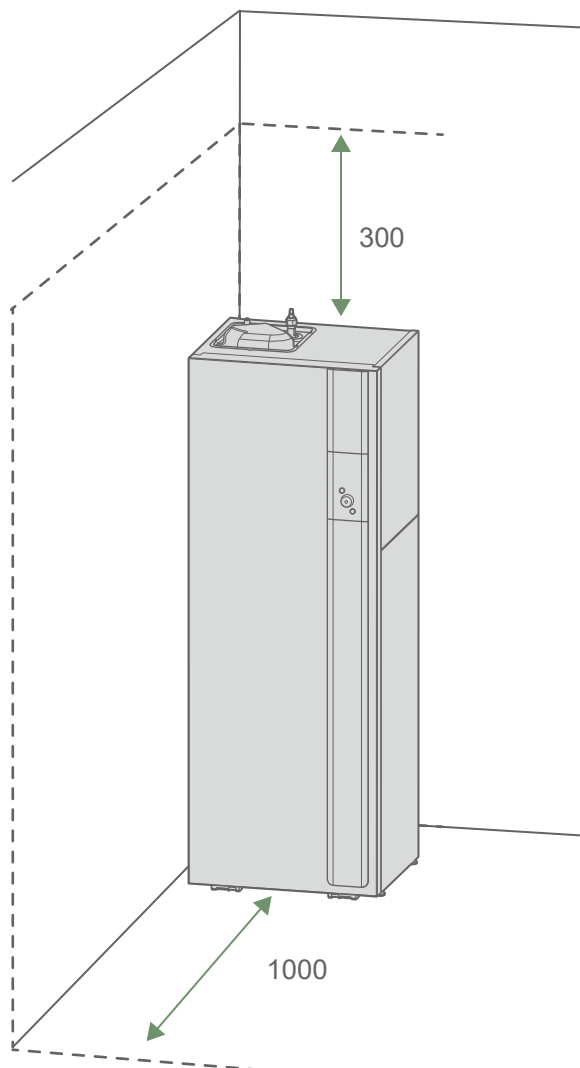

fig. 19 - Dégagelements minimum d'installation autour du module hydraulique pour l'entretien
- Pour faciliter les opérations d'entretien et permettre l'accès aux différents organes, il est conseillé de prévoir un espace suffisant tout autour du module hydraulique (*fig. 19*).